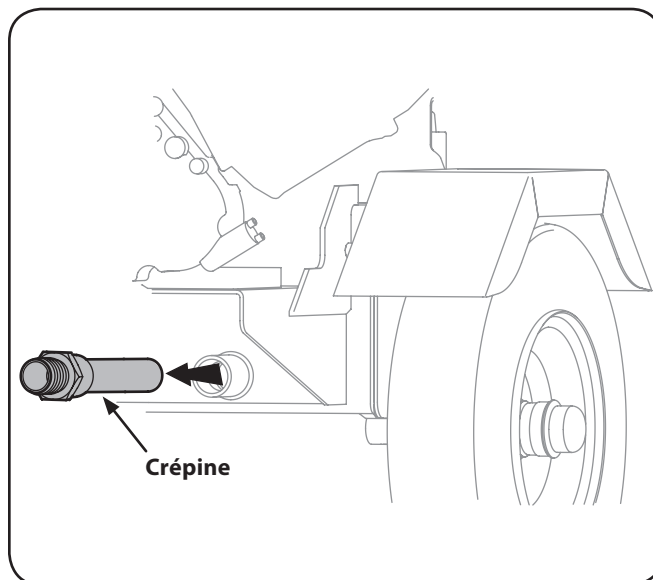

Figure 6-3
5. Dévissez soigneusement la crépine et nettoyez-la avec de l'huile pénétrante. Voir Figure 6-3.